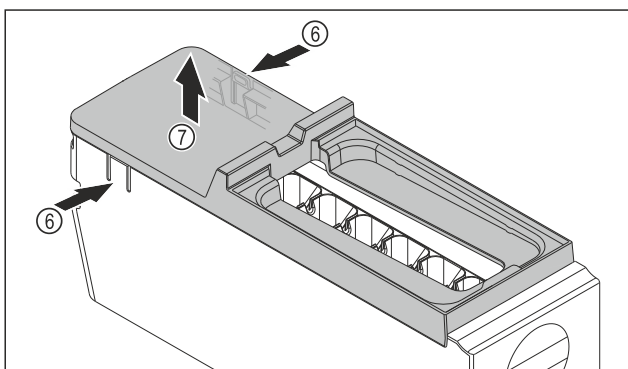

Fig. 184
- ▶ Extraer la cubierta del EasyTwist-Ice: Presionar con la mano las lengüetas Fig. 184 (6) a ambos lados del cuerpo del EasyTwist-Ice.
- ▶ Sacar la cubierta Fig. 184 (7) con la otra mano tirando hacia arriba.